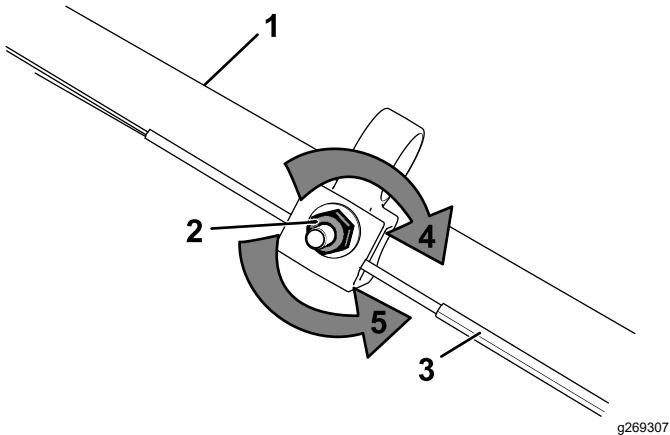

Рисунок 28
- Поверните регулировочную гайку против часовой стрелки, чтобы ослабить натяжение троса (Рисунок 28).
- Отрегулируйте натяжение троса (Рисунок 28), потянув его назад или вперед, затем удерживайте в этом положении.